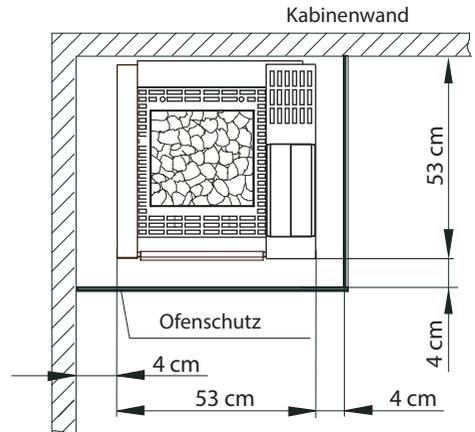

Abb. 1
- Bei der Montage des Saunaofens ist darauf zu achten, dass der senkrechte Abstand zwischen Oberkante Saunaofen und Saunadecke mindestens 105 cm und der waagerechte (seitliche) Abstand zwischen Ofen und Kabinenwand mindestens 4 cm beträgt (Abb. 1).